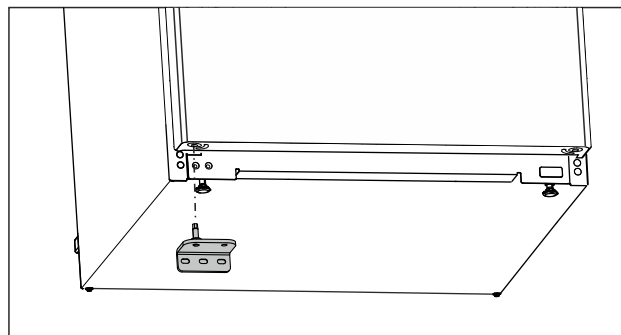

Fig. 20
- ▶ Vložte spodní stojan ložiska na opačné straně. (viz Fig. 20)